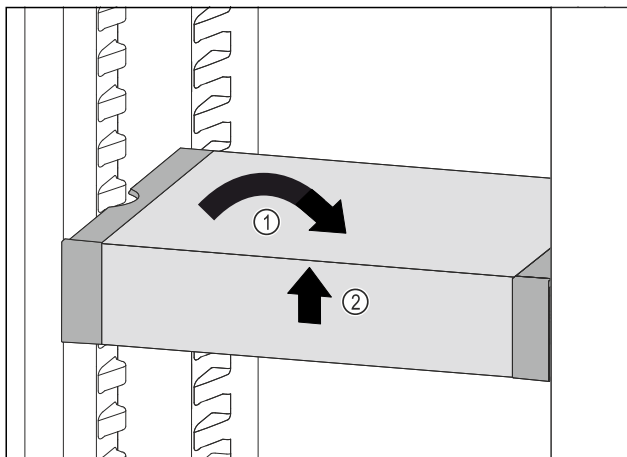

Fig. 197
- VarioSafe gerade stellen. Fig. 197 (1)
- VarioSafe vorne anheben. Fig. 197 (2)